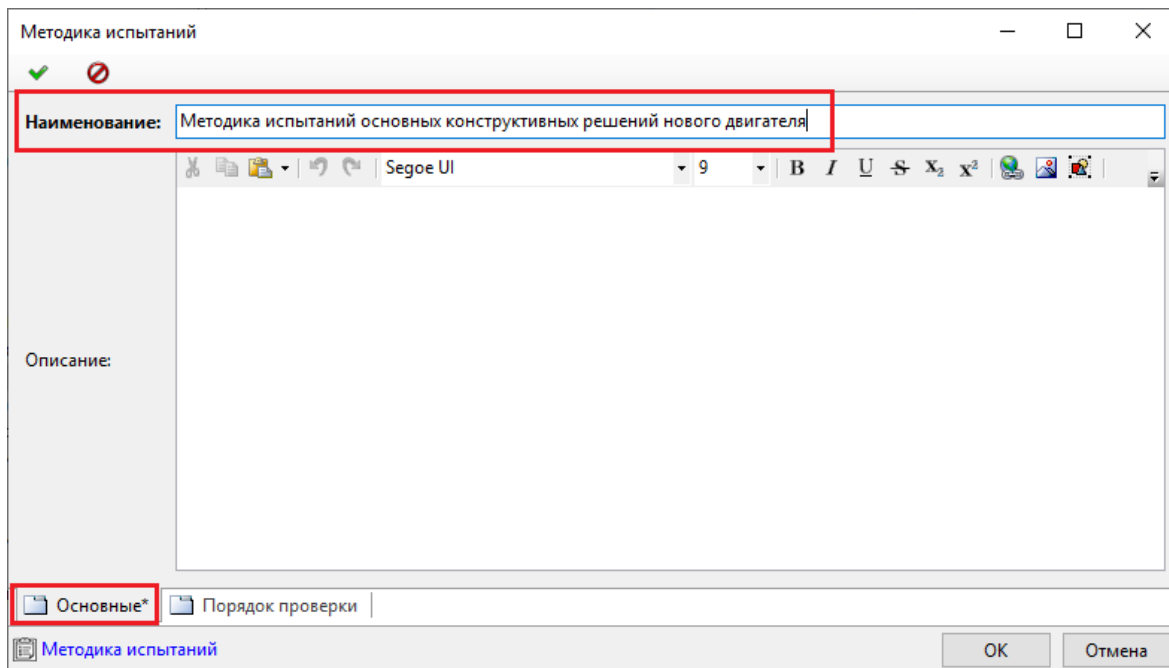

Рисунок 270 — Задание наименования методики на закладке «Основные»
- для создаваемого ИО «Методика испытаний» на закладке «Основные» задать наименование методики (Рисунок 270).